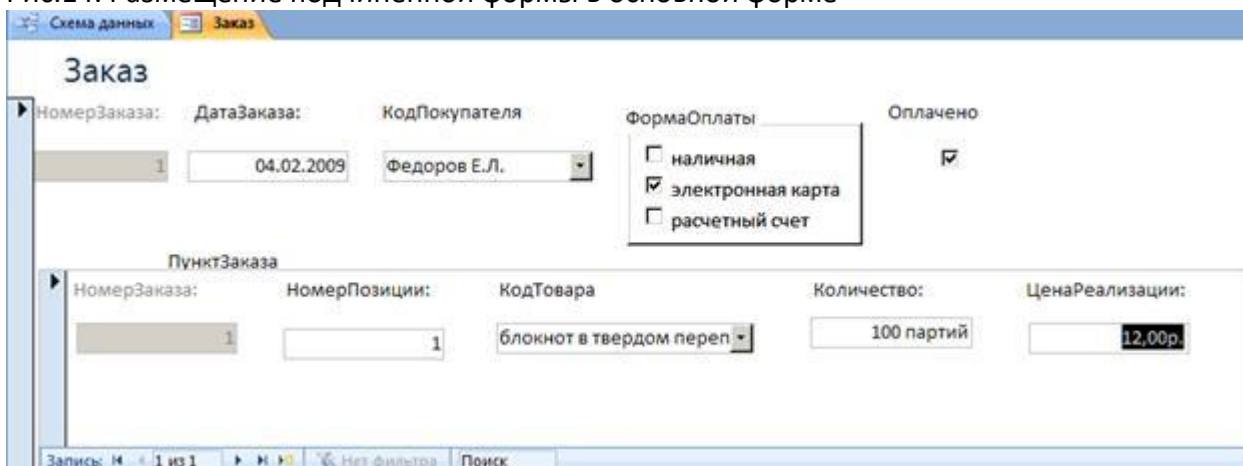

Рис.15. Окончательный вид многотабличной формы ЗАКАЗ
8. С помощью свойств поля НОМЕР_ЗАКАЗА это поле можно сделать недоступным для ввода (поле типа счетчик), как показано на рис.15.
17. Проверьте работоспособность многотабличной формы (рис.15). Введите несколько заказов, каждый из которых состоит из нескольких позиций[2].
2. В свойствах поля ЦЕНА_РЕАЛИЗАЦИИ в подчиненной форме установите формат ДЕНЕЖНЫЙ (рис.15).